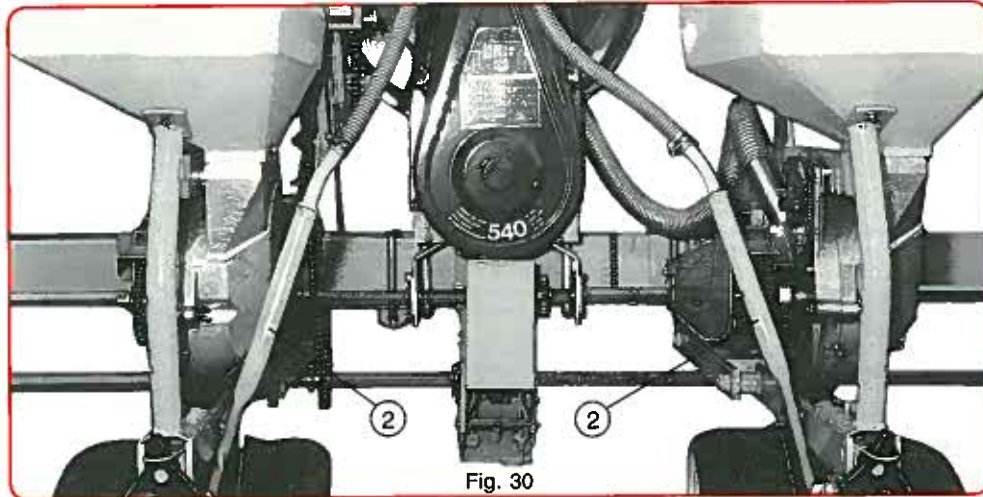

Fig. 30
Les guides descentes ② canalisent le produit directement entre les disques ouvre-sillon (fig. 30).
The lower guiding brackets ② channel the product directly between the double disc opener (fig. 30).